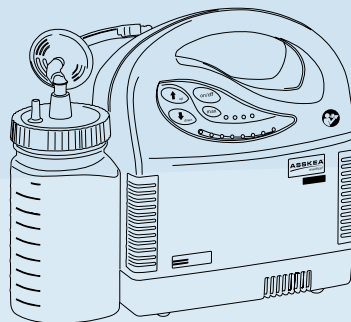

Fig. 5
b) digital (M20D, M30D - fig. 5)